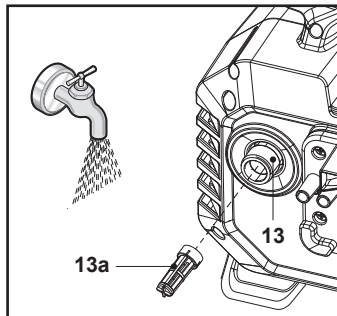

Fig. 16
2. Remova o filtro (13a) do conector de entrada de água (13) e enxague sob água corrente para remover quaisquer objetos estranhos (Fig. 16). Em seguida, volte a instalar o filtro (13a).